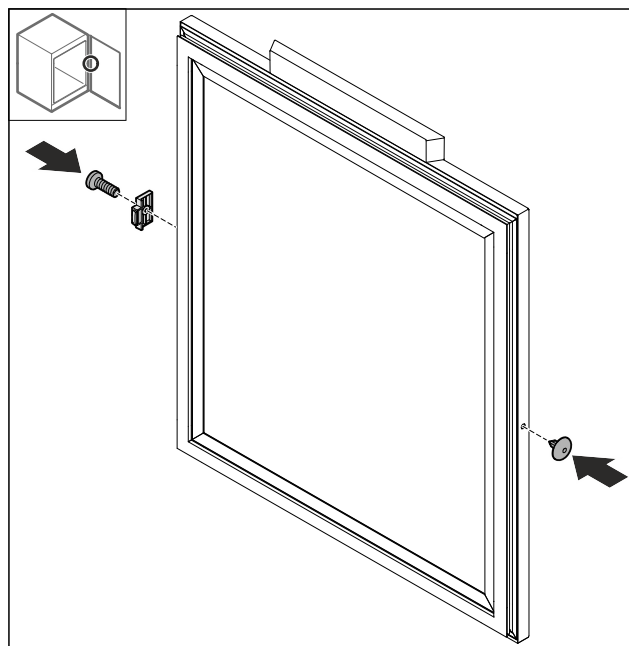

Fig. 73
- Vrid dörrstoppet Fig. 73 (1) 180° och montera det på den andra sidan.
- Sätt in skyddet Fig. 73 (2) på den andra sidan.